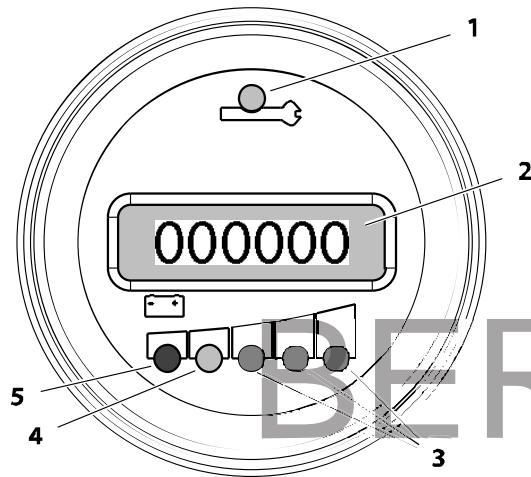

Abbildung 3-3. Multifunktionsdigitalanzeige
- Leuchtet die dem **Schraubenschlüssel-Symbol (Leg.nr. 1)** zugehörige LED auf. (Siehe Abbildung 3-3.)